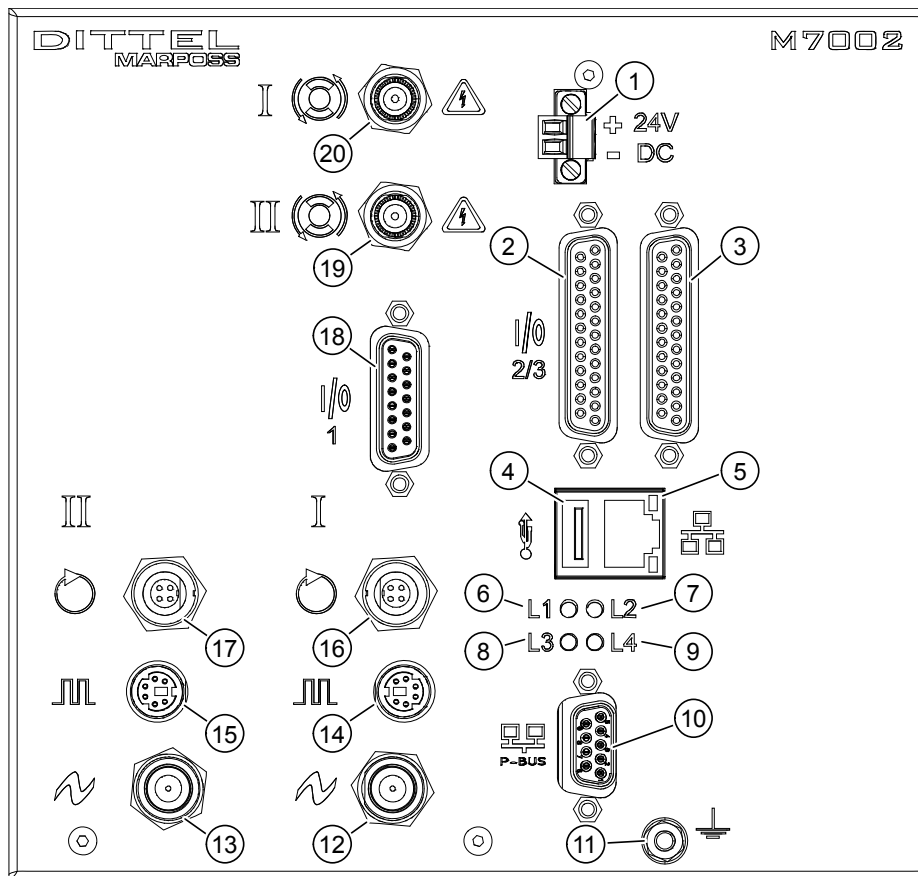
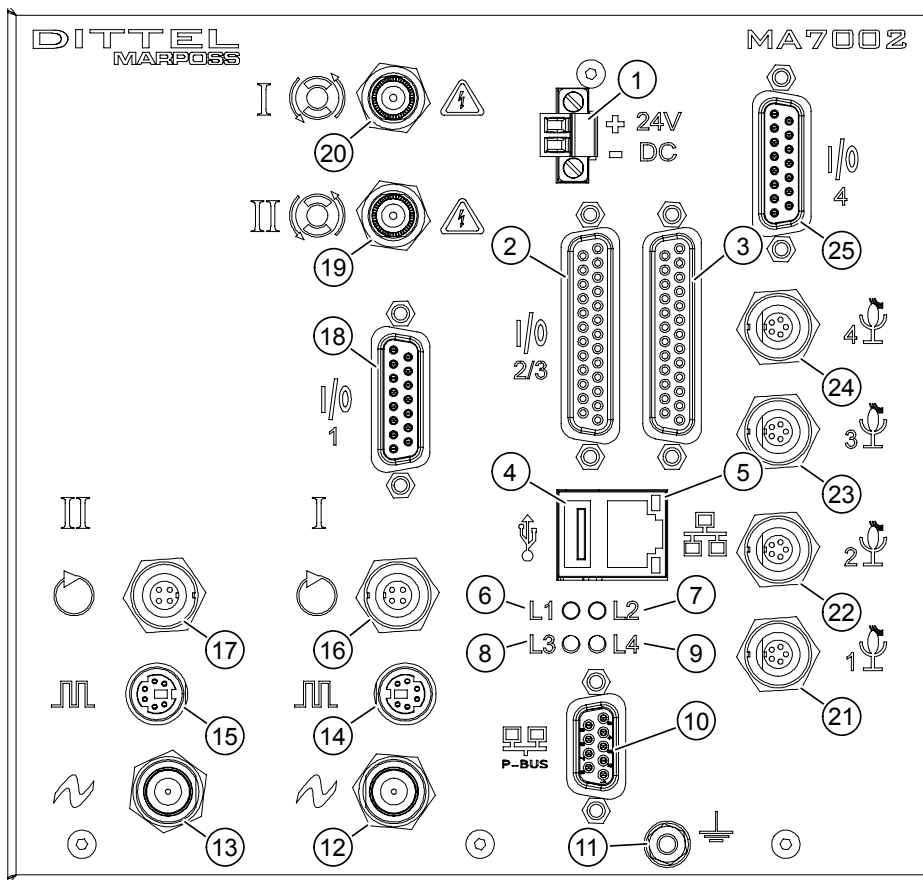

Bild 3-1 M7002 Stecker und Buchsen an der Frontseite
Bild 3-2 MA7002 Stecker und Buchsen an der Frontseite
- LED L1 (siehe Pos. 6 in Bild 3-2 auf Seite 20)
- PROFIBUS®-Schnittstelle (siehe Pos. 10 in Bild 3-2 auf Seite 20).
- Statische Schnittstelle I/O 3 (siehe Pos. 3 in Bild 3-2 auf Seite 20).
- LED L3 (siehe Pos. 8 in Bild 3-1 auf Seite 19 und in Bild 3-2 auf Seite 20)
- PROFIBUS®-Schnittstelle (siehe Pos. 10 in Bild 3-1 auf Seite 19 und in Bild 3-2 auf Seite 20)
- Statische Schnittstelle I/O 2 (siehe Pos. 2 in Bild 3-1 auf Seite 19 und in Bild 3-2 auf Seite 20).